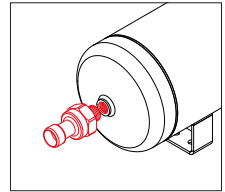

Abb. 5: Lufttank
2. Montage direkt in den Lufttank (Abb. 5)
Stellen Sie bei der Sensormontage im Tank sicher, dass der Drucksensor im oberen Bereich des Tanks installiert wird. Beachten Sie weiterhin, dass der elektrische Anschluss an dem Drucksensor nicht nach unten zeigt (Abb. 5). Andernfalls kann der Sensor durch sich absetzendes Kondenswasser im Tank beschädigt werden.